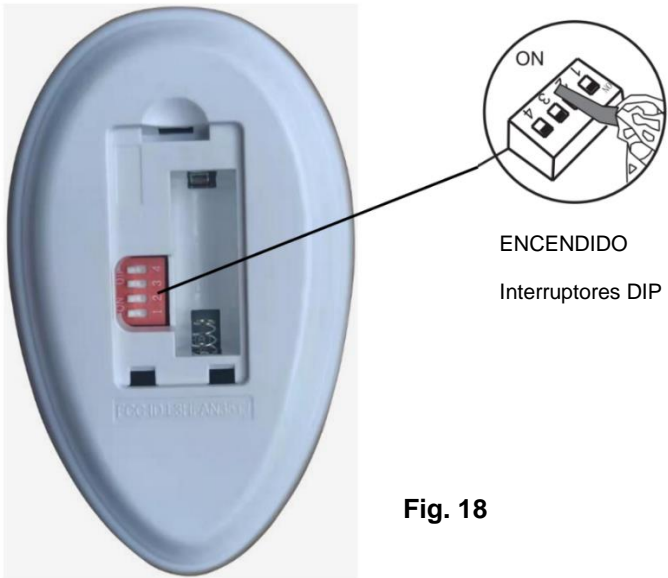
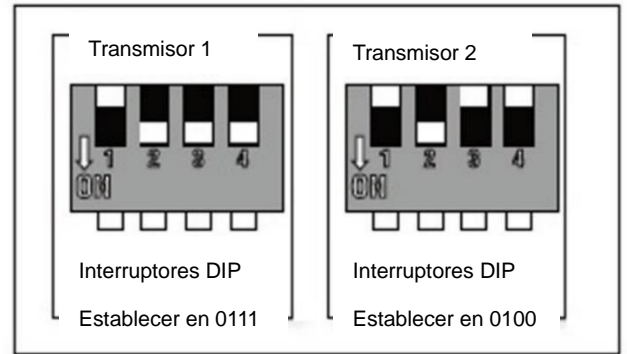

Fig. 18
Fig. 19
Cambie la posición de los interruptores DIP en el transmisor 1, (Fig. 18) para que sea diferente al transmisor 2. (Fig. 19)
- Cambie la posición de los interruptores DIP en el transmisor 2, (Fig.18) para que sea diferente al transmisor 1. (Fig. 19)